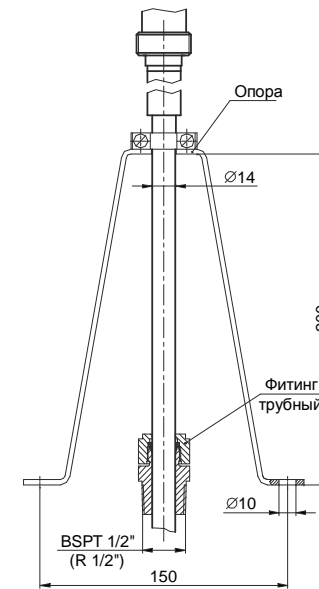

Рисунок 7 - Рекомендуемое посадочное место для установки уровнемеров с использованием трубного фитинга и опоры (см. приложение А, поле "К")
8.6.5 При установке уровнемера с использованием трубного фитинга СМСТ-14М-8R (см. рисунок 7), втулка трубного фитинга вворачивается в специально подготовленное отверстие в крышке люка с резьбой BSPT 1/2". Освободите ЧЭ уровнемера от поплавков и ограничительной втулки. На ЧЭ уровнемера установите зажимную гайку и прокладки из состава трубного фитинга. Вставьте ЧЭ уровнемера во втулку фитинга, установленную в крышке люка. Наденьте на ЧЭ уровнемера поплавок в соответствии с маркировкой (сначала менее, а потом более плотные). Установите ограничительную втулку и зафиксируйте нижний конец ЧЭ шайбой, гайкой и шплинтом.